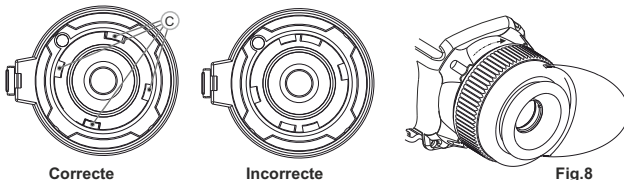

Fig.8
- Pour monter l'oculaire sur l'appareil, assurez-vous que les reliefs inférieurs (C) de l'oculaire correspondent aux reliefs jaunes inférieurs (Fig. 8).
- Insérez l'oculaire dans le corps de l'appareil et tournez la bague de verrouillage (5) dans le sens horaire.